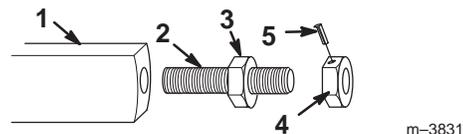

Figure 3
5. Faites une marque en travers du bout de la tige de réglage et de la face de l'écrou affleurant (Fig. 3) pour pouvoir retrouver la position exacte de l'écrou lors du remontage ultérieur.
6. Enlevez la goupille cylindrique de l'écrou de réglage, puis retirez l'écrou de la tige de réglage fileté (Fig. 3).
7. Vissez le long côté de la tige de réglage dans le trou à l'extrémité de l'élinde jusqu'à ce que l'écrou soudé à la tige touche l'élinde (Fig. 3).